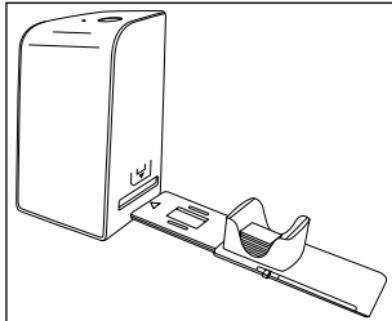

Abbildung 2
- ◆ Legen Sie die Dias seitenrichtig in den dafür vorgesehenen Schacht des Dia-Magazins ⑥. Es können ca. 10-12 Dias (je nach Größe) in das Dia-Magazin eingelegt werden.
- ◆ Führen Sie das Dia-Magazin ⑥ mit dem Sichtfenster zuerst in den rechten Einschub ④ ein. Beachten Sie dabei, dass die Dreiecksmarkierung voran und sichtbar ist (siehe Abbildung 2). Mit dem Schieber, der sich seitlich am Dia-Magazin ⑥ befindet, werden die im Schacht befindlichen Dias einzeln in den Scanner geschoben.